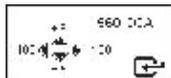
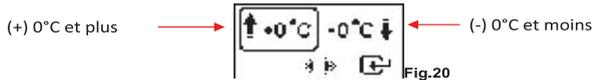

Fig.17
Fig.18
6. Si le tester détecte une charge de la surface, il vous demandera de tourner la clé et d'allumer les phares (Fig.17) pour décharger un peu la batterie. Lorsque cela est bon, après quelques minutes maximums, il vous indiquera de tout éteindre (Fig.18) :